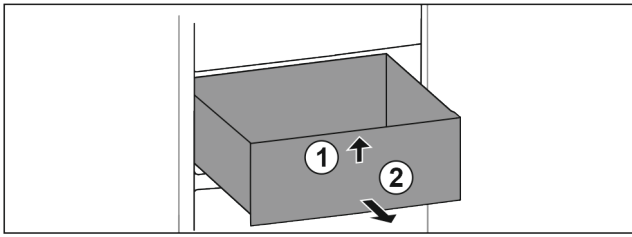

Fig. 70
- ▶ Підняти висувний ящик спереду. Fig. 70 (1)
- ▶ Вийняти висувний ящик рухом вперед. Fig. 70 (2)